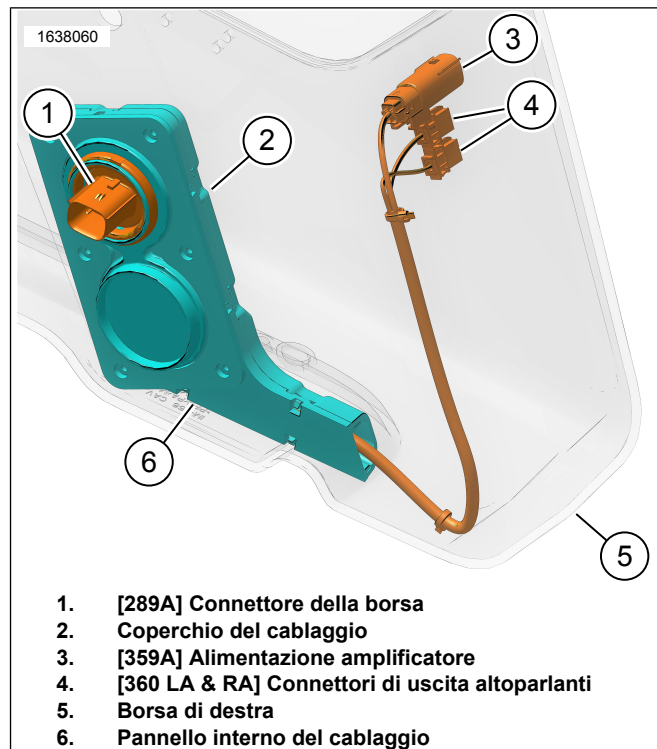
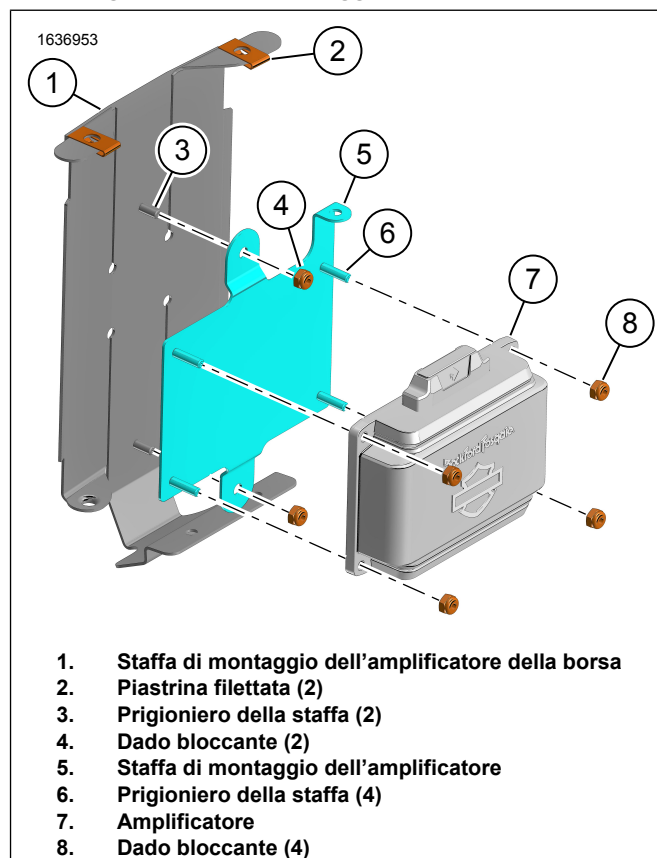
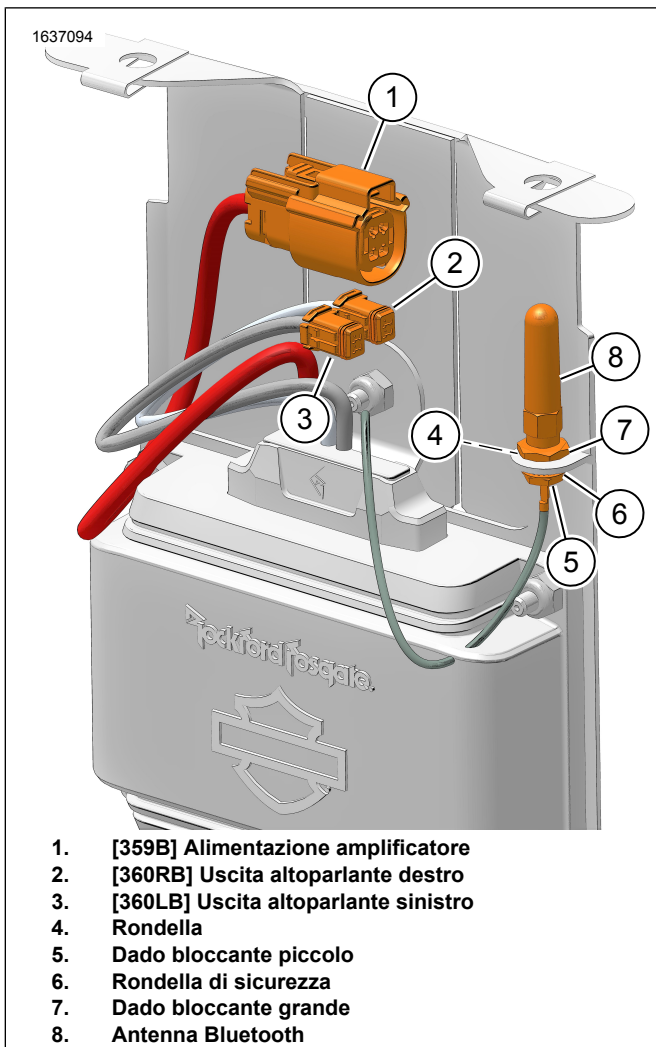
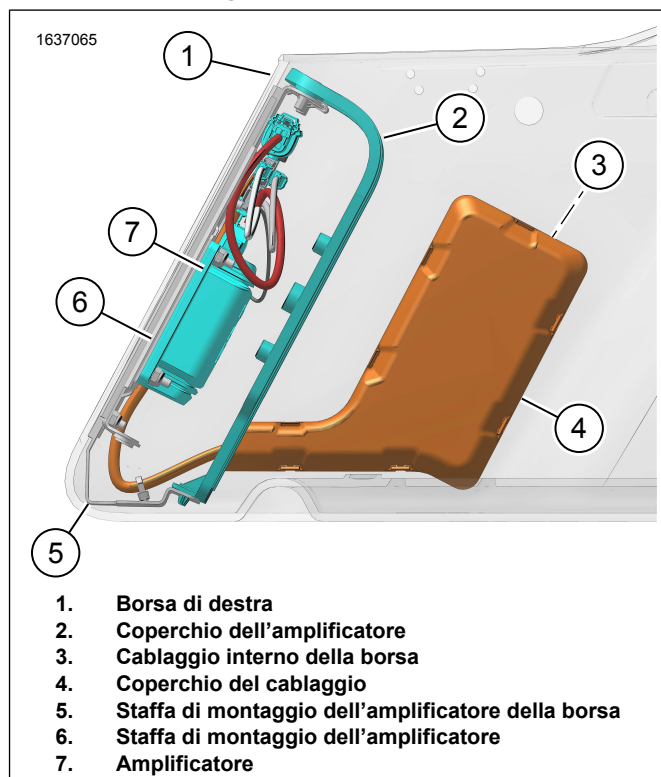

Figura 8. Viti del cablaggio interno 69202871
Figura 9. Staffa di montaggio dell'amplificatore
Figura 10. Gruppo amplificatore
Figura 13. Cablaggio della borsa con amplificatore
8. Vedere la figura 8. Installare il cablaggio interno come mostrato.
- a. Installare il coperchio del cablaggio (2).
9. Vedere la figura 10. Assemblare l'antenna.
- a. Installare una piccola rondella di sicurezza (5) e una rondella di sicurezza (4) alla base dell'antenna.
- c. Installare la rondella (4) e il dado bloccante grande (7). Serrare il montaggio.
10. Vedere la figura 9. Assemblare la staffa di montaggio dell'amplificatore.
- a. Installare le piastrine filettate (2).
- b. Installare la staffa di montaggio dell'amplificatore (5) al perno della staffa (3).
- c. Installare il dado bloccante (4). Serrare.
- d. Installare l'amplificatore (7).
- e. Installare il dado bloccante (4). Serrare.
11. Vedere la figura 13. Installare il gruppo della staffa di montaggio dell'amplificatore.
14. Vedere Figura 8 e Figura 10 . Collegare le viti del cablaggio interno al gruppo amplificatore.
15. Vedere la figura 10. Collegare i cavi dell'altoparlante destro al gruppo amplificatore.
Vedere Figura 8 e Figura 10. Collegare le viti del cablaggio interno al gruppo amplificatore.